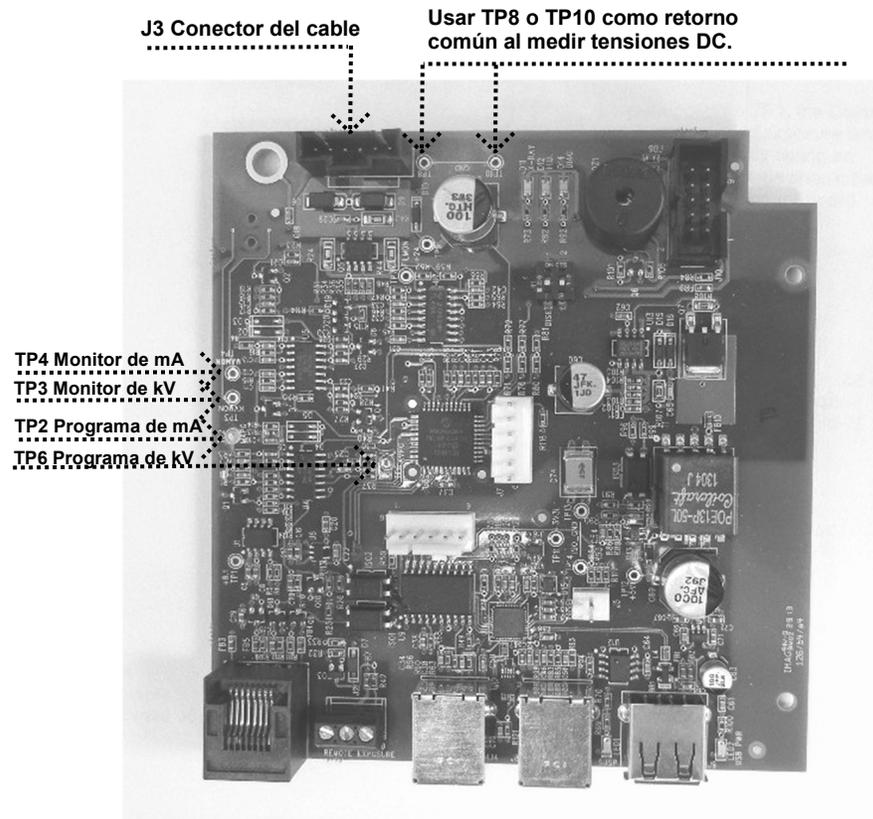

Figura 67
3. Si el cableado se encuentra aceptable, seleccionar 1,5 segundos de tiempo de exposición colocando un voltímetro de DC en TP8 o TP10, el retorno común en la placa lógica, medir los valores informativos en TP4, el monitor de mA, y TP3, el monitor de kV, como se muestra en la *Figura 67*. Buscar los siguientes valores:
1. En la placa lógica, colocar un voltímetro en TP8 o TP10, el retorno común, y TP6, el programa de kV, como se muestra en la *Figura 67*. Comparar las mediciones con el siguiente cuadro (volts DC).
2. Para evaluar los voltajes informativos que representan los kV medidos dentro del sistema, comparar los valores observados en la tabla a continuación. Para observar estos valores adecuadamente, seleccionar 1,5 segundos de tiempo de exposición y medir el voltaje DC solo durante la exposición. Esta medición se realiza entre TP8 o TP10, el retorno común, y TP3, el monitor de kV, como se muestra en la *Figura 67*.
1. En la placa lógica, colocar un voltímetro en TP8 o TP10, el retorno común, y TP2, el programa de mA, como se muestra en la *Figura 67*. Comparar las mediciones con el siguiente cuadro (volts DC).
2. Para evaluar los voltajes informativos que representan los mA medidos en el sistema, consultar la siguiente tabla; seleccionar 1,5 segundos de tiempo de exposición y medir el voltaje DC solo durante la exposición. Esta medición se realiza entre TP8 o TP10, el retorno común, y TP4, el monitor de mA, como se muestra en la *Figura 67*.